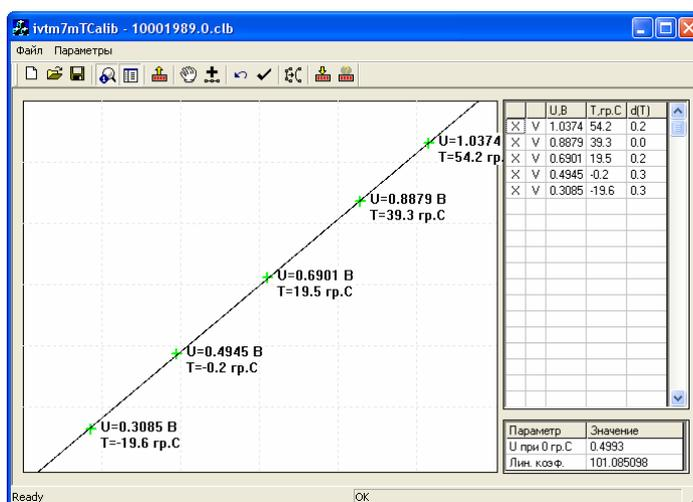

Рис.1. Внешний вид программы ivtm7mTCalib.
- c. Запустить программу ivtm7mTCalib.exe (см. Приложение 2, рис.1).
Запуск программы осуществляется стандартными методами Windows из директории, куда она была скопирована с диска, входящего в поставку. При этом на экране разворачивается окно, представленное на рис.1.